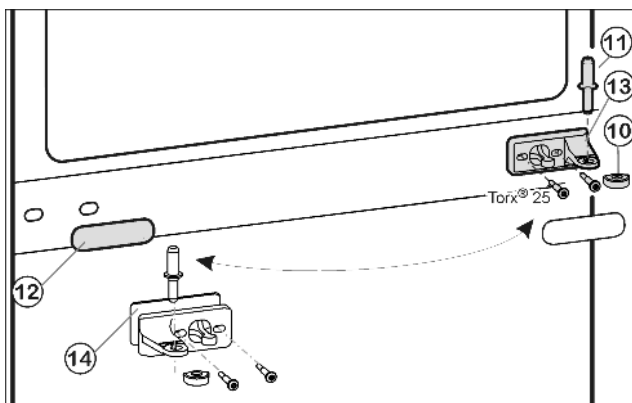
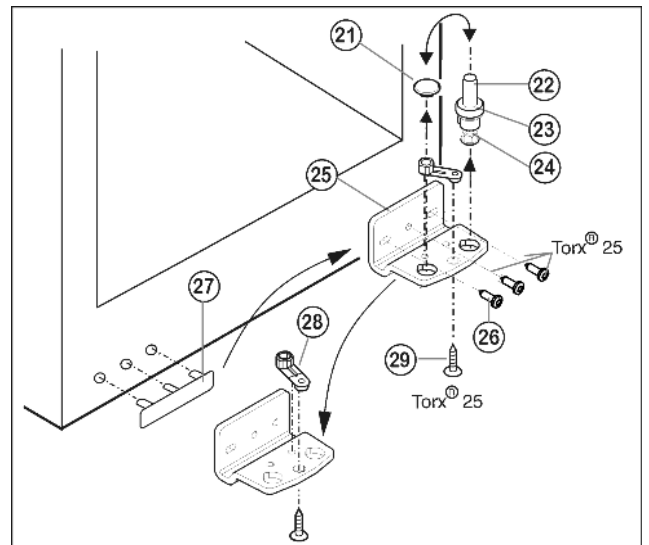

Fig. 9
Fig. 10
- ▶ Ležajni sornik na sredini Fig. 9 (11) izvlecite iz ležajnega podstavka in spodnjih vrat.
- ▶ Snemite plastični pokrov Fig. 9 (10).
- ▶ Ležajni podstavek na sredini Fig. 9 (13) odvijte (2 krat Torx® 25).
- ▶ Previdno snemite zastiralo Fig. 9 (12).
- ▶ Odvijte ležajni podstavek na sredini Fig. 9 (13) s podlago Fig. 9 (14) in ga za 180° obrnjenega prestavite na novo stran s tečaji (s 4 Nm).
- ▶ Zastiralo Fig. 9 (12) za 180° obrnjeno nataknite na novo stran z ročajem.
- ▶ Ležajne sornike Fig. 10 (22) v celoti skupaj s podložko Fig. 10 (23) innogami Fig. 10 (24) izvlecite s potegom navzgor.
- ▶ Dvignite čepe Fig. 10 (21).
- ▶ Odvijte ležajni podstavek Fig. 10 (25) Fig. 10 (26).
- ▶ Odvijte Fig. 10 (29) ležaj Fig. 10 (28) in ga prestavite v nasprotno odprtno ležajnega podstavka, močno privijte.
- ▶ Pokrov na strani z ročajem Fig. 10 (27) previdno dvignite in prestavite na nasprotno stran.
- ▶ Ležajni podstavek Fig. 10 (25) vstavite na novo stran s tečaji in s pomočjo akumulatorskega izvijača ponovno privijte (s 4 Nm).
- ▶ Čepe Fig. 10 (21) vstavite v drugo odprtno.
- ▶ Ponovno vstavite ležajne sornike Fig. 10 (22) v celoti skupaj s podložko in nogami. Pri tem pazite na to, da je zaskočni zapah obrnjen nazaj.
- ▶ Zgornja vrata od zgoraj nasadite na ležajni sornik spodaj *Fig. 10 (22)*.
- ▶ Plastičen pokrov *Fig. 9 (10)* ponovno nataknite na ležajni podstavek na sredini *Fig. 9 (13)*.
- ▶ Ležajni sornik na sredini *Fig. 9 (11)* vstavite na novo stran s tečaji skozi ležajni podstavek na sredini *Fig. 9 (13)* v vodilo spodnjih vrat.
- ▶ Zgornja vrata postavite na ležajni sornik na sredini *Fig. 9 (11)*.
- ▶ Vrata po potrebi čez obe vzdolžni odprtini v ležajnem podstavku spodaj *Fig. 10 (25)* in ležajnem podstavku na sredini *Fig. 9 (13)* poravnajte z ohišjem aparata. Odvijte srednji vijak v spodnjem ležajnem podstavku *Fig. 10 (25)*.